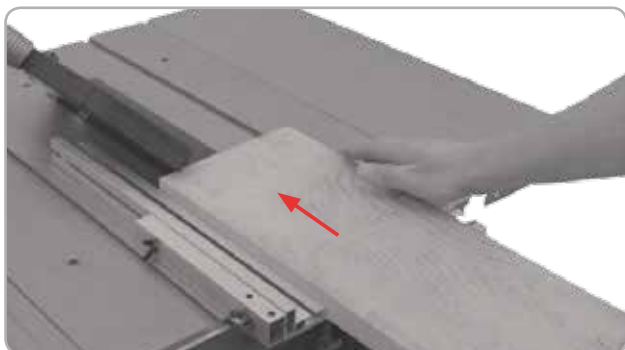

Fig.18
- Executați tăietura în funcție de lățimea piesei de lucru Fig. 18